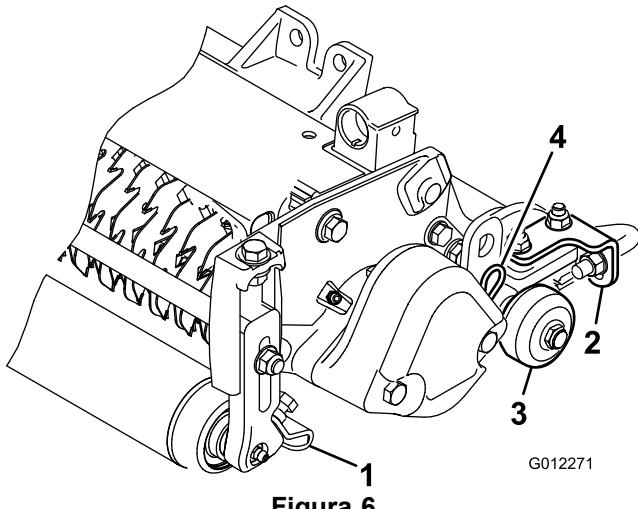

Figura 6
1. Afloje las tuercas que sujetan los rascadores de rodillo (Figura 6).
Antes de bajar los molinetes de verticorte al suelo del taller o de desmontarlos de la unidad de tracción, baje los rodillos de transporte (Figura 6) para proteger las cuchillas del contacto con una superficie dura.